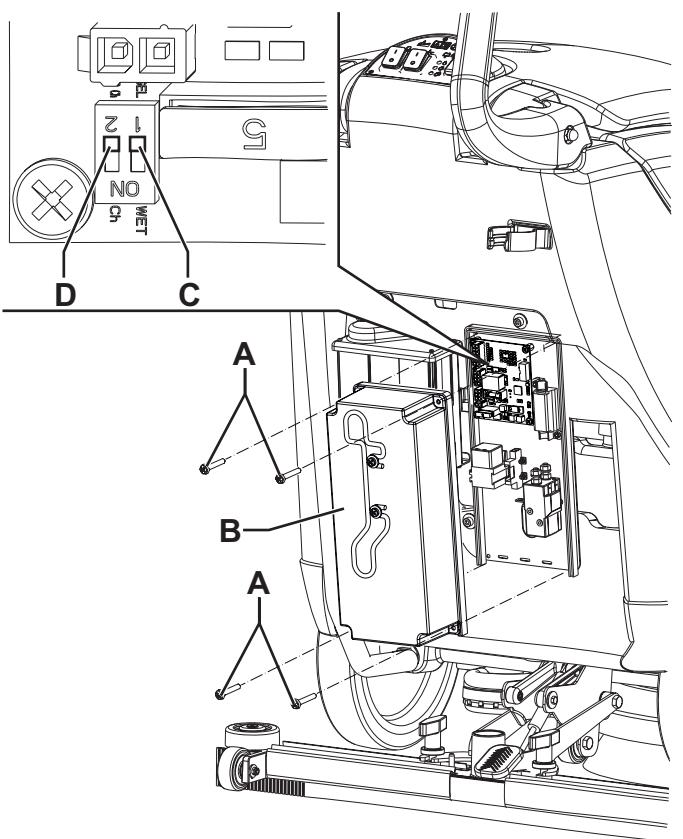

Figure 1
- Débrancher le connecteur (29) des batteries.
- Enlever les vis (A, Fig. 1) et sortir avec soin le couvercle (B) du boîtier électrique (25).
- Sur la carte électronique porter le microinterrupteur (C) dans la position WET.